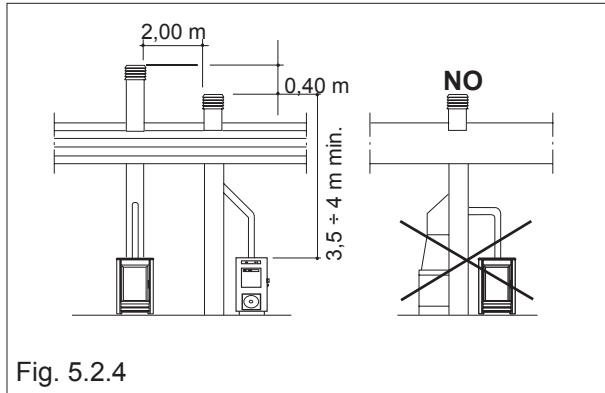

Fig. 5.2.4
È consigliabile l'uso di canne fumarie coibentate in refrattario o in acciaio inox di sezione circolare, con pareti interne a superficie liscia (Fig. 5.2.2). La sezione della canna fumaria dovrà mantenersi costante per tutta la sua altezza. Si consiglia un'altezza minima di 3,5÷4 m (vedi Fig.5.2.4) in funzione del diametro (vedi caratteristiche tecniche). È opportuno prevedere, sotto l'imbocco del canale da fumo, una camera di raccolta per materiali solidi ed eventuali condense. Le caratteristiche della canna fumaria devono essere conformi a quanto prescritto dalle norme EN 10683 - EN 1856-1-2 - EN 1857 - EN 1443 - EN 13384-1-3 - EN 12391-1. Canne fumarie **FATISCENTI**, costruite con materiale non idoneo (fibrocemento, acciaio zincato, ecc... con superficie interna ruvida e porosa) sono fuorilegge e pregiudicano il buon funzionamento della stufa.
- The dimensions of the dimensioni della **FLUE PIPE** must be as set forth in the table of technical data in chapter 9.. It is advisable to use flues insulated with a refractory material or in stainless steel with a circular cross section and smooth internal walls (Fig.5.2.2). Flue cross-section should be kept constant for all its height. A minimum height of 3.5÷4 m is recommended (see Fig.5.2.4) depending on diameter (see technical characteristics). Under the outlet of the smoke pipe there should be a chamber for gathering solid materials and any condensation. The characteristics of the flue pipe must be compliant with the provisions of standards EN 10683 - EN 1856-1-2 - EN 1857 - EN 1443 - EN 13384-1-3 - EN 12391-1.
- To avoid draught problems, each stove should have its own independent flue. If there is more than one flue on the roof the others should be situated at a distance of at least 2 metres and the stove's chimney top should be at least 40 cm **ABOVE** the others (Fig.5.2.4). If the chimney tops are near each other install some dividing panels.
- Die Abmessungen des **RAUCHFANGS** müssen den Angaben in der Tabelle der technischen Daten des Kap. 9 entsprechen. Es wird die Verwendung von runden, isolierten Rauchfängen aus Schamotte oder Edelstahl, die an den Innenwänden eine glatte Oberfläche haben, empfohlen (Abb.5.2.2). Der Durchmesser des Rauchfangs muss über seine gesamte Länge gleich sein. Es wird eine Mindesthöhe von 3,5÷4 m empfohlen (siehe Abb.5.2.4) je nach Durchmesser (siehe technische Merkmale). Es ist außerdem empfehlenswert, an der Mündung des Rauchkanals eine Kammer vorzusehen, in der Feststoffe und eventuelle Kondensflüssigkeit aufgefangen werden. Die Merkmale des Rauchfangs müssen dem Inhalt der Normen EN 10683 - EN 1856-1-2 - EN 1857 - EN 1443 - EN 13384-1-3 - EN 12391-1 entsprechen. BAUFÄLLIGE Rohre aus ungeeignetem Material wie Asbestzement, verzinktem Stahl, Elementen aus vibrationsgewälztem Zement mit rauen und porösen Innenflächen entsprechen nicht den geltenden Gesetzen und beeinträchtigen den einwandfreien Betrieb des Heizofens.
gli altri di almeno 40 cm (Fig.5.2.4). Se i comignoli risultano accostati prevedere dei setti divisorii.
**ÜBERRAGEN** (Abb.5.2.4). Sollten die Schornsteine alle dicht beieinander und auf gleicher Höhe liegen muss für Trennwände gesorgt werden.